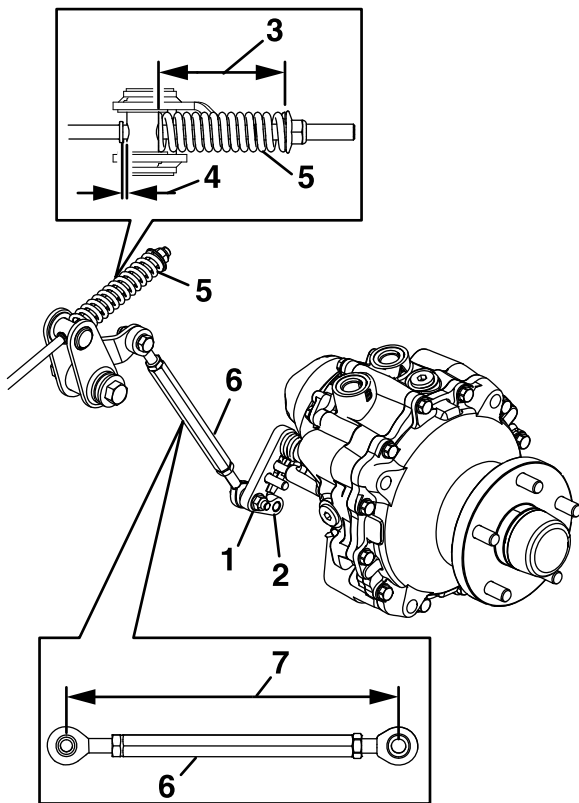

Рисунок 59
7. Виміряйте довжину тяги в зборі (Рисунок 59).
8. Виміряйте довжину пружини (Рисунок 59).